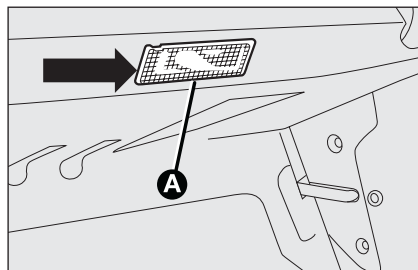

fig. 42
- ☐ extraiga la luz **A-fig. 42** haciendo palanca en el punto indicado por la flecha;